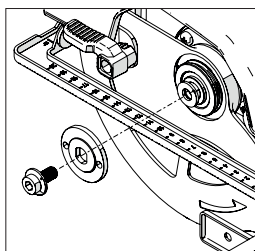

Fig. 4
- Folosind cheia imbus, slăbiți și îndepărtați șurubul cu cap semi-îngropat al arborelui, garniturile și flanșa exterioară de antrenare a discului. (**Fig. 4**)